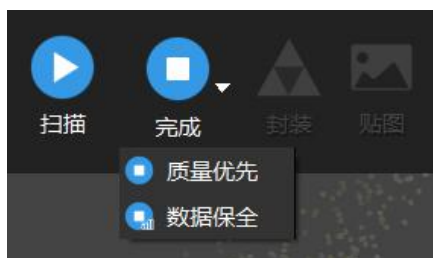

图 8-2 质量优先和数据保全点云处理选项
2、“完成”按钮下设置有“质量优先”和“数据保全”选项，处理数据按钮时，软件默认选择“质量优先”，如图 8-2 所示。